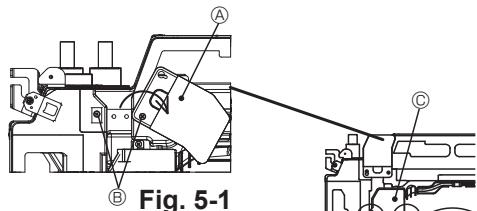

Fig. 5-1
- 1. Afloje los dos tornillos que fijan el panel de servicio del cableado eléctrico a la entrada de cables (cable de alimentación), y luego gire el panel de servicio a la posición mostrada en el diagrama. (Fig. 5-1)